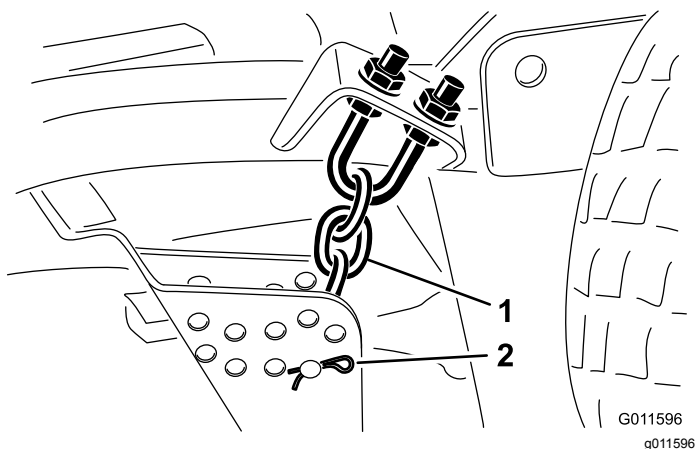

Рисунок 19
8. Снимите шплинт и шплинтуемый штифт, которые крепят цепи регулировки высоты скашивания к задней части деки газонокосилки (Рисунок 19).